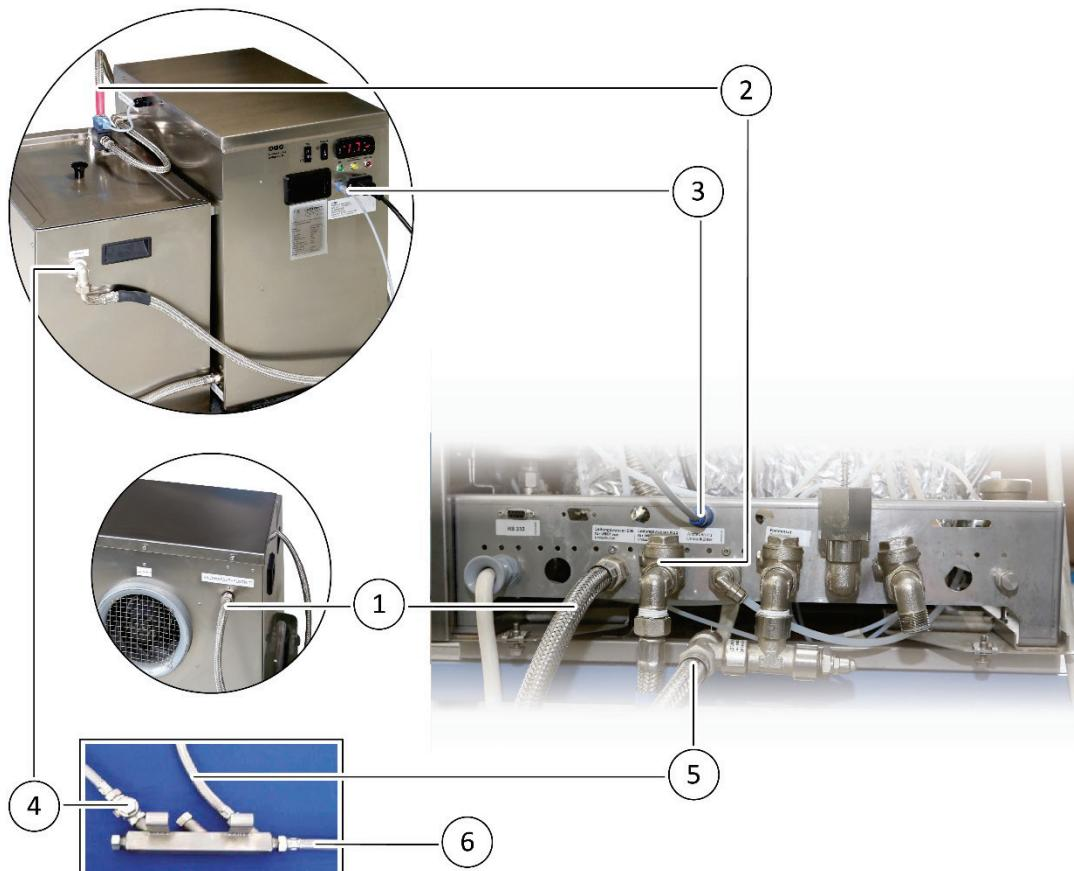

Bild 13: Anschlussleitungen zwischen Umlaufkühler und Sterilisator / Entsorgungsleitungen am Sammler (Standard-Version)
Stellen Sie die Anschlüsse zwischen Umlaufkühler und Sterilisator sowie am Sammler her (► Bild 13):
3. Schließen Sie den rot markierten Metallgewebeschlauch (► Bild 13) am Ausgang des Sterilisators „Kühlwasser WRP AUS“ an.
5. Verbinden Sie das Ende des rot markierten Metallgewebeschlauch mit dem Umlaufkühler (► Bild 13).